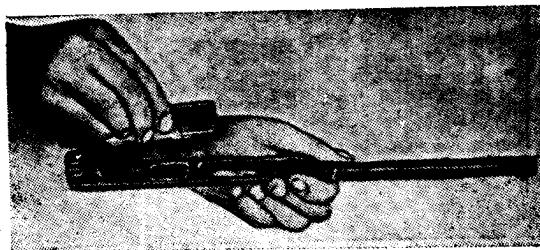

Рис. 84. Присъединяване на затвора към затворната рама
1. Присъединяване на затвора към затворната рама: поставят се бойните упори във вдлъбнатините на затвора с долните части на издатъците надолу, като се следи бойните упори плътно да прилепват към затворния блок. След това затворът се поставя в затворната рама отгоре така, че долните части на издатъците на бойните упори и блокът на затвора да попаднат във фигурния изрез на затворната рама (рис. 84) и като се придържа затворът за средата, той се движи напред докрай.